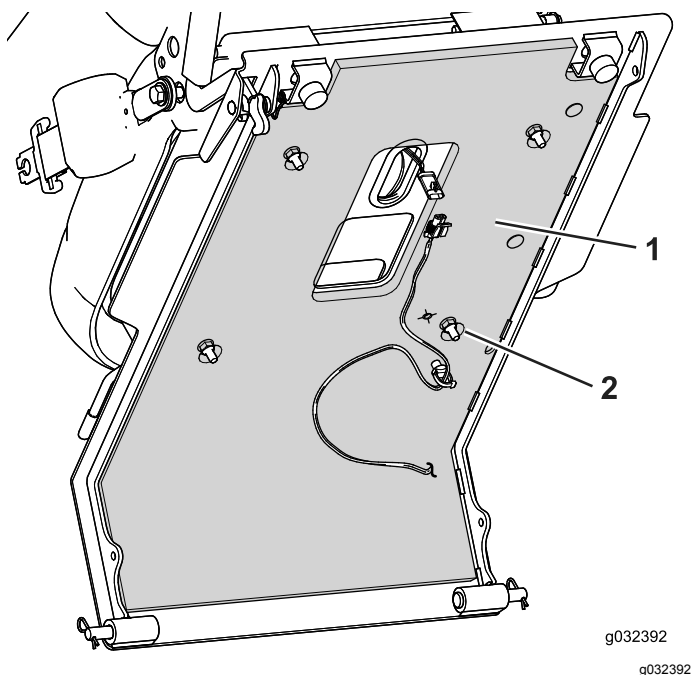

図 6
5. 防熱シールドの裏紙をはがして、運転デッキの裏面にシールドを張り付ける 図 6。